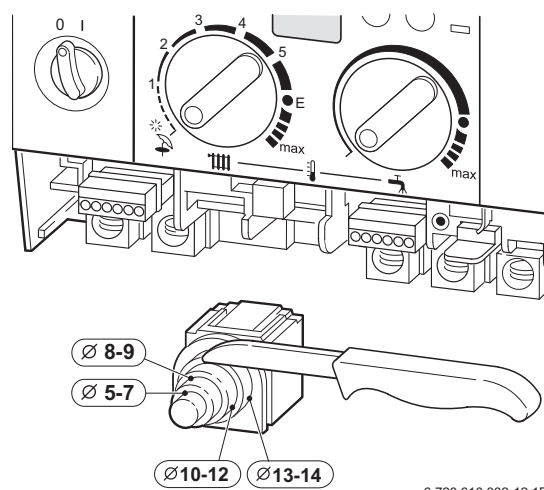

Fig. 16
- ▶ Pentru protecția împotriva apei scurse prin neetanșeități (IP): Gaura pentru trecerea cablului se va alege în mod corespunzător diametrului cablului, Fig. 16.